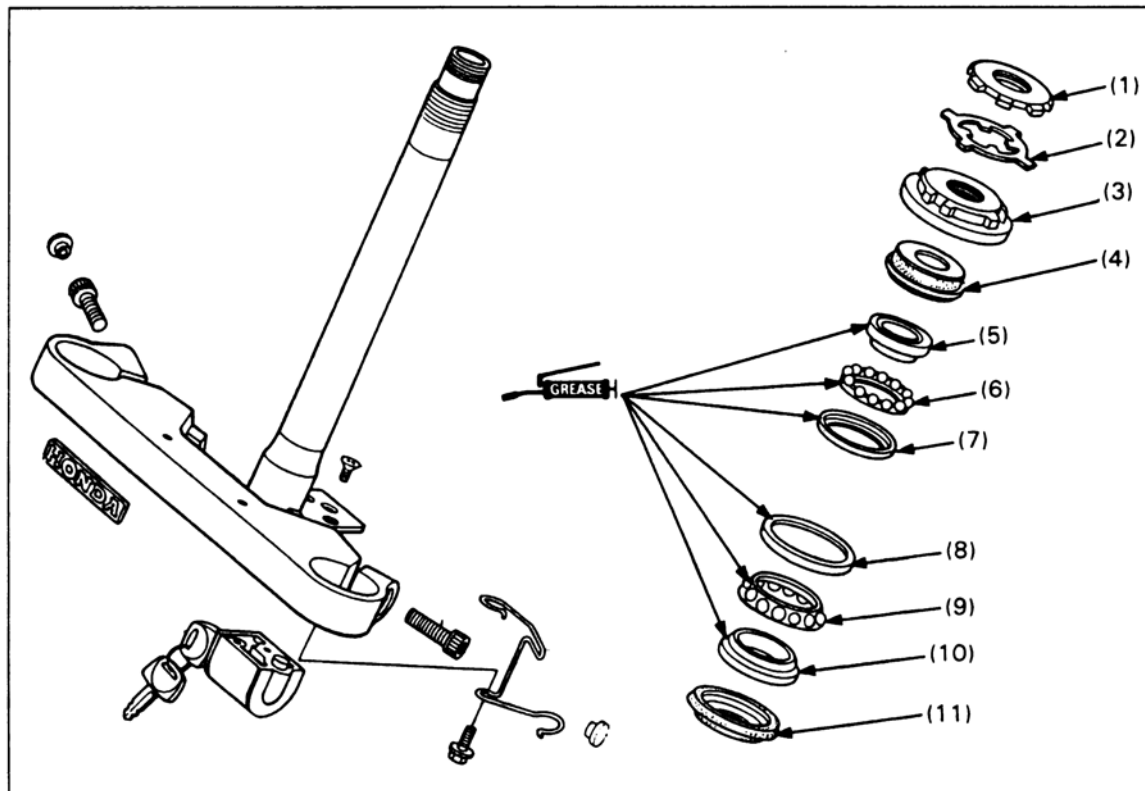

Bild 168
- Laschen der Sicherungsscheibe geradebiegen und Nutmutter ① Bild 168 ausdrehen.
- Lagereinstellmutter ③ mit passendem Hakenschlüssel ausdrehen.